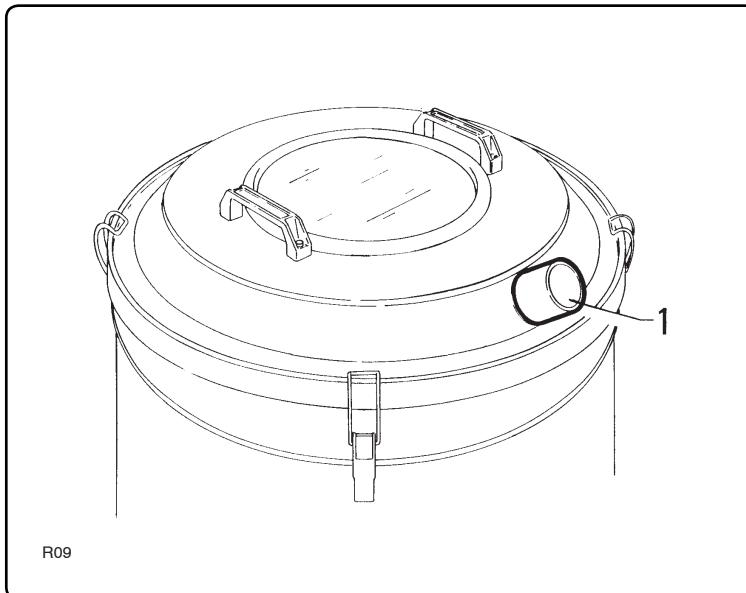

Fig. 5.3.1
5.3 - Verifica corretto allacciamento elettrico (fig. 5.3.1)**5.3 - Inspecting the electrical connection (fig. 5.3.1)****5.3 - Vérification du raccordement électrique (fig. 5.3.1)****5.3 - Prüfung des korrekten elektrischen Anschlusses (Abb. 5.3.1)****⚠ ATTENZIONE!! ⚠**